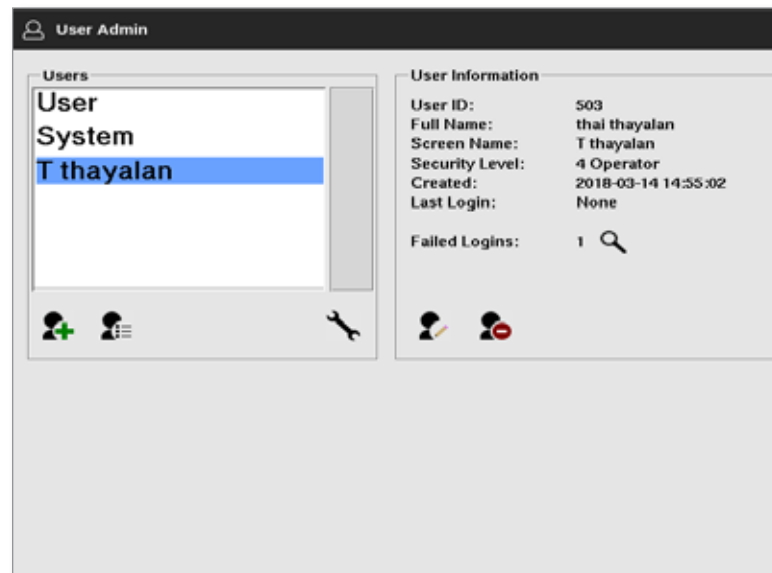

Figure 7-3 Fenster [User Admin] (Benutzerverwaltung) – Benutzerdetails
Wählen Sie den Benutzernamen aus. Siehe Figure 7-3.
1. Wählen Sie den entsprechenden Benutzer aus. Der Benutzer wird blau hervorgehoben. Siehe Figure 7-3.